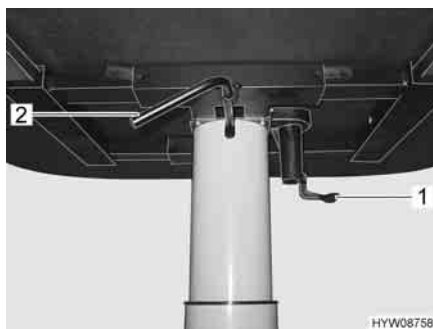

Fig. 58 Regolazione del tavolo rialzabile
- Tirare verso il basso la leva di serraggio (Fig. 58,1).
- Ruotare la leva (Fig. 58,2) che si trova sotto il piano del tavolo verso il basso. Il meccanismo di sollevamento nel piede del tavolo viene sbloccato.
- Ruotare la leva (Fig. 58,2) che si trova sotto il piano del tavolo verso il basso. Il piano del tavolo va automaticamente verso l'alto fino al fine corsa.